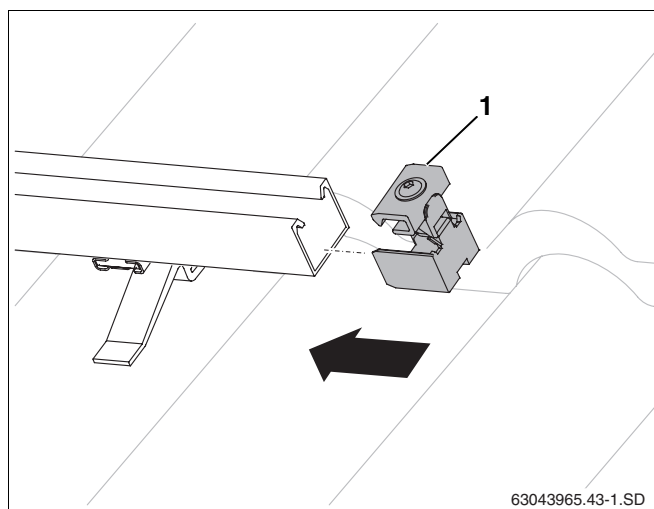

Рис. 42 Установка одностороннего зажима
- Вставить односторонние зажимы (рис. 42, поз. 1) в профильные рейки на правой стороне поля коллекторов до фиксации их в первом продольном отверстии профильной рейки.